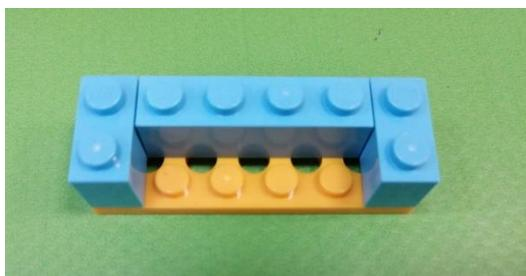

Рис.11
1. Кирпич 1x4 – 1шт., кирпич 1x2 – 2 шт., пластина с отверстиями 2x6 (см. рис.11)